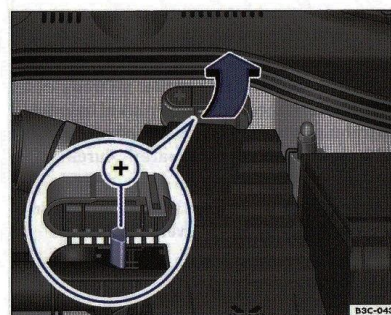

Fig. 48 Compartimentul motorului: Punctele pentru ajutorul la pornire polul plus (+).
2. Deschideți clapeta polului plus, în compartimentul motor, în sensul indicat de săgeată => fig. 48.